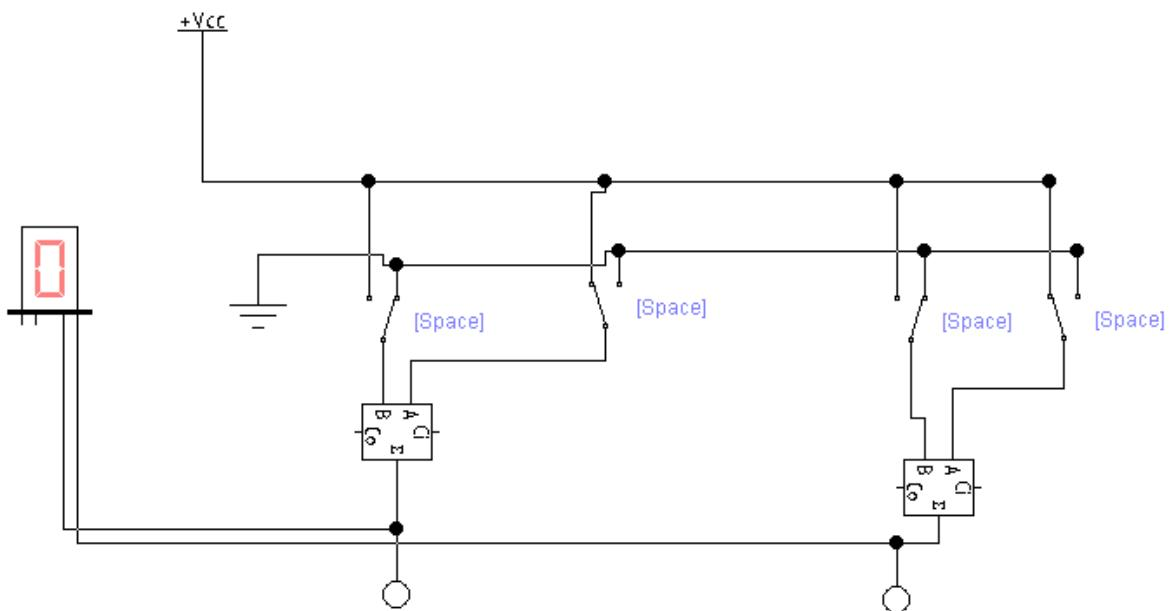

Рисунок 4.67 – Дворозрядний суматор
11. Змоделювати дворозрядний суматор (рис. 4.67). Для цього необхідно розташувати на робочому полі компонент **Full Adder** зі вкладки **Digital**, компонент **Decoded Seven-Segment Display** зі вкладки **Indicator**, чотири перемикача, джерело живлення та заземлення.
12. Подавати поперемінно всі можливі комбінації вхідних сигналів за допомогою відповідних ключів. Прослідкувати роботу суматору по стану логічних пробників на його виходах та відслідковувати зміни показань **Decoded Seven-Segment Display** (сегментного індикатора з двійково-десятичним дешифраторм на вході), який підключено до його виходів (рис. 4.67).